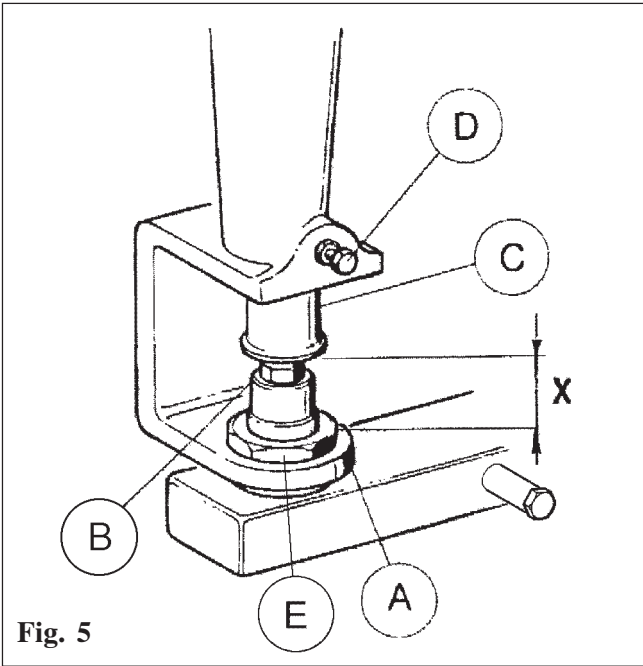

Fig. 5
#### **F) Brûleur (fig. 5)**
- Dévisser l'écrou (Fig. 5 rep. E)